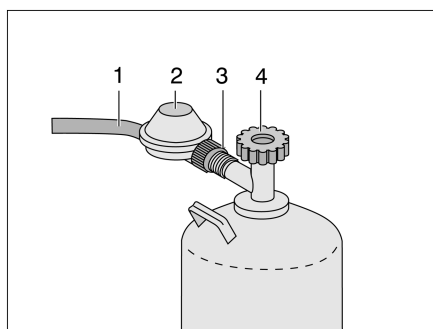

Fig. 241 Conexión de la bombonas de gas
- Cerrar la llave de paso principal (Fig. 241,4) de la bombona de gas. Observar el sentido de la flecha.
- Retener el regulador de presión de gas (Fig. 241,2) y abrir la tuerca moleteada (Fig. 241,3) (rosca a la izquierda).
- Retirar el regulador de presión de gas con la goma del gas (Fig. 241,1) de la bombona de gas.
- Acoplar el regulador de presión de gas (Fig. 241,2) con goma del gas (Fig. 241,1) a la bombona de gas y apretar la tuerca moleteada (Fig. 241,3) con la mano (rosca a la izquierda).